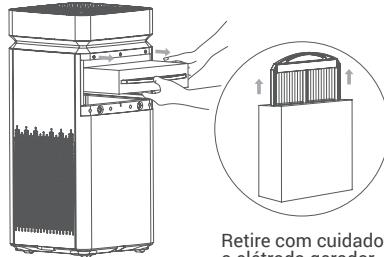

Figura 2
2. Retire com cuidado o elétrodo gerador da embalagem de poliestireno. Se restarem pedaços da embalagem de poliestireno, sopre-os ou escove-os para os remover antes da instalação (Figura 2).